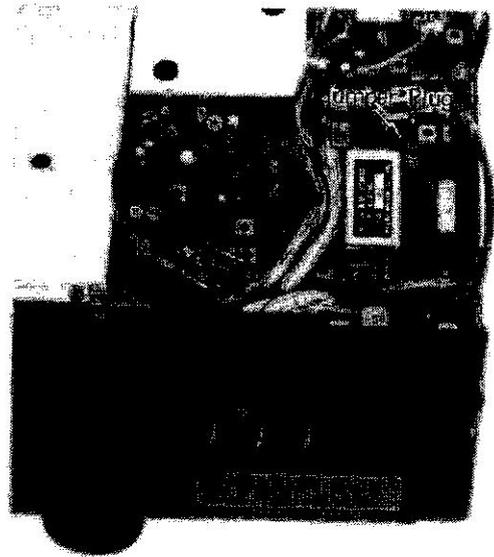

Рис. 10
- На рис. 10, указано местоположение фильтров для установки (XF-110C и XF-110CN не могут одновременно быть установлены, так как они используют одно и тоже место посадки). При установке любого фильтра для узкой CW, удалите перемычку в джампере.